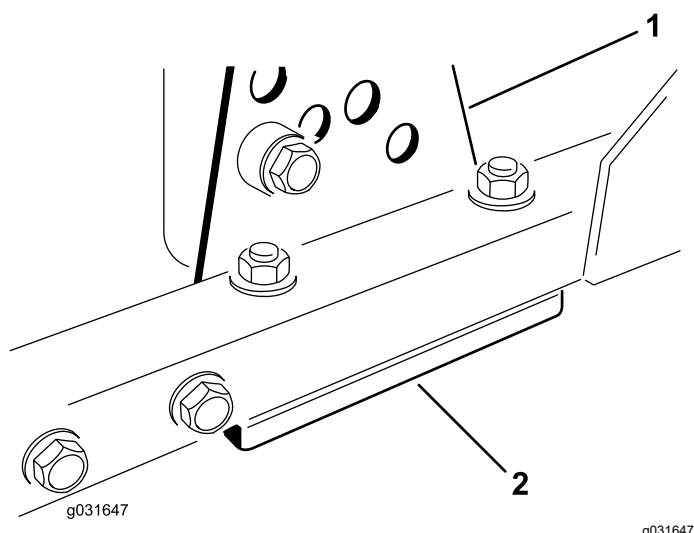

Figura 72
1. Îndepărtați consola pentru înălțimea de tăiere (față, stânga sau dreapta) de pe cadrul unității de tăiere (Figura 72).
2. Reglai lamele de 1,5 mm i/sau lama de 0,7 mm între cadrul unității de tăiere i consolă pentru a obține înălțimea de tăiere dorită (Figura 72).
3. Montați consola pentru înălțimea de tăiere pe cadrul unității de tăiere cu lamelele rămase asamblate sub consola pentru înălțimea de tăiere. (Figura 72).